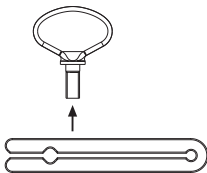

Abb. 8
- Abziehlilfe demontieren, siehe Abb. 8.